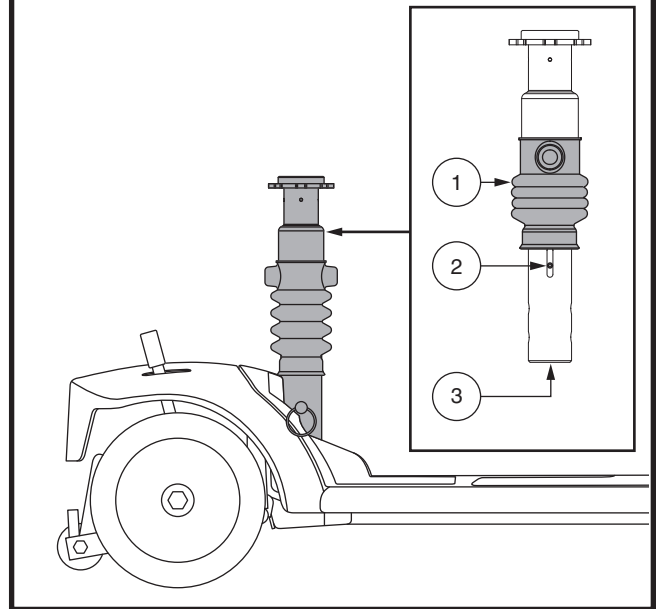

Figure 30 Réglage de la suspension du siège
Le mât du siège agit comme un absorbeur et peut être ajusté à différents degrés pour le confort de la conduite. Utilisez les vis de réglage qui sont visibles à travers la fenêtre de réglage sur le côté du mât comme guide lors du réglage. Faites glisser le manchon en caoutchouc vers le haut pour exposer les vis de réglage. **Voir la figure 30.**
3. Insérez une douille de 13 mm avec une extension au bas du mât. **Voir la figure 30.**